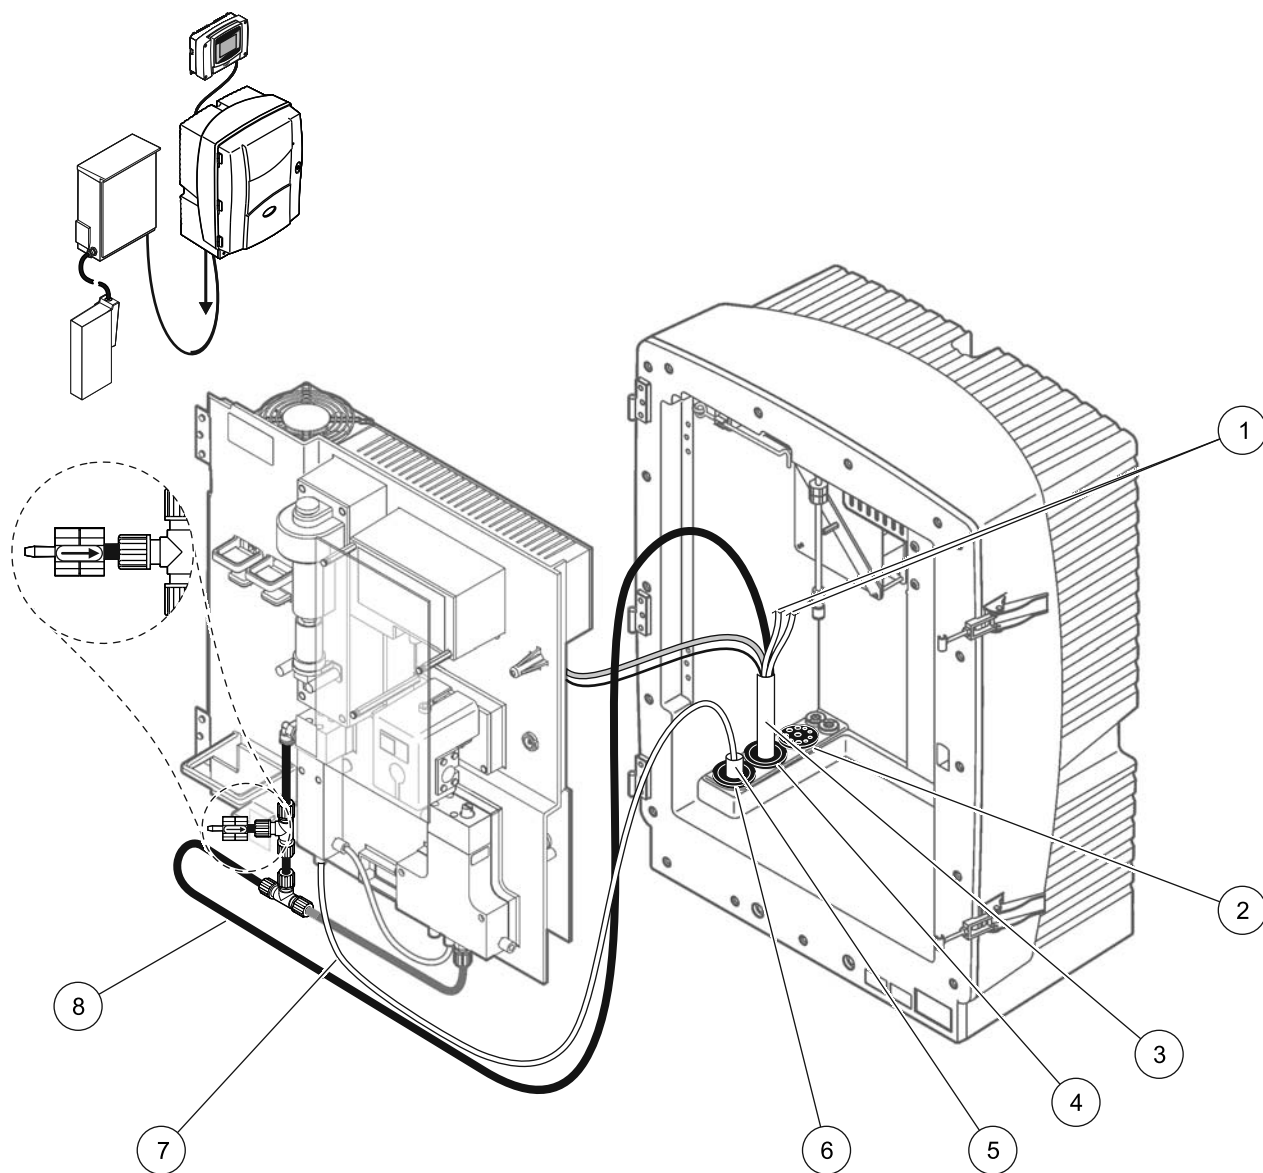

Рисунок 29 Монтаж версии 3
Для версии 3 смотрите Рисунок 29 и следующие инструкции:
2. Проведите шланг с подогревом от FILTRAX через отверстие в анализаторе (Рисунок 29, позиция 5). Для фиксации используйте уплотняющую заглушку #1.